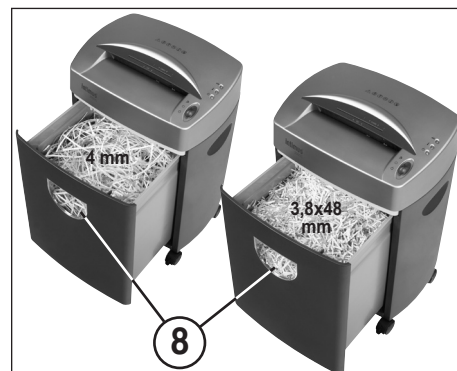

Abb. 3
ENTLEEREN DES AUFFANGBEHÄLTERS (Abb. 3):
Wird das Schnittgut im Kontrollfenster zur Füllstandsanzeige (8) (Abb. 3) sichtbar muß der Auffangbehälter entleert werden.